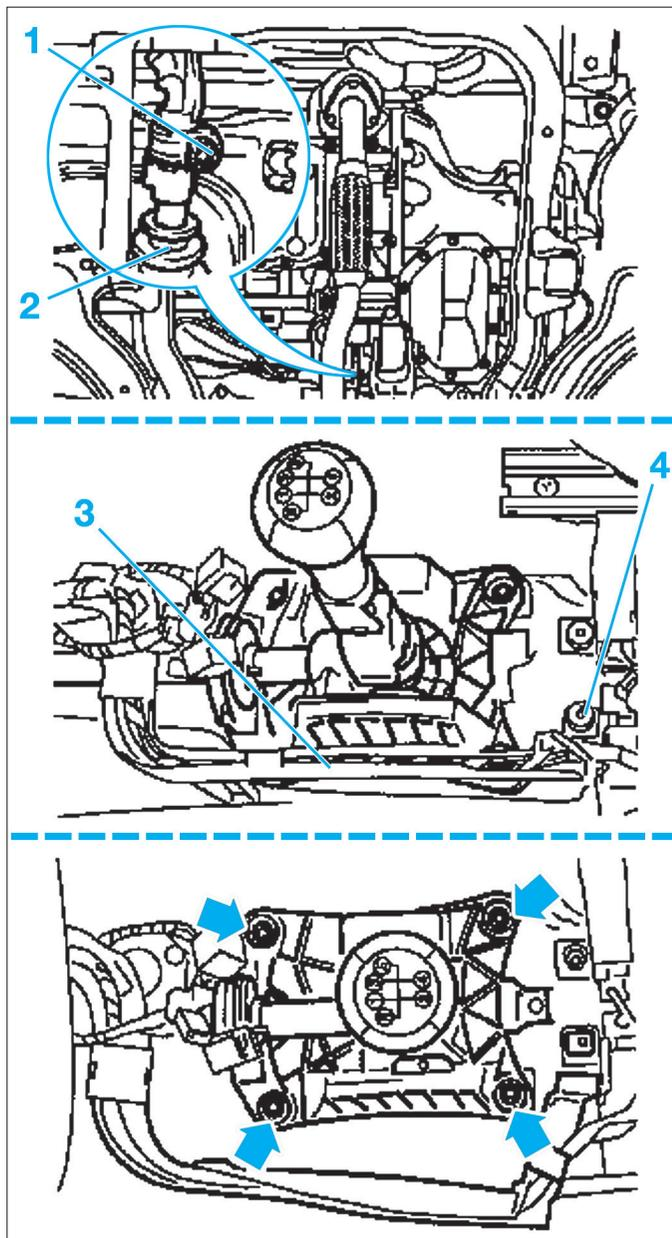

FIG. 9
- Desserrer la vis de serrage (1) de la tringle de commande des vitesses sur le renvoi de la boîte sans la déposer (Fig.9).
- Dégrafer le soufflet (2) du levier de vitesses puis le déposer.
- Dégager le faisceau (3) du goujon arrière (4).